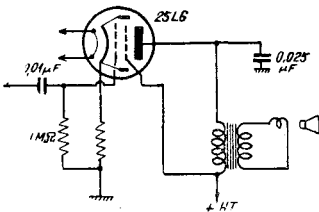

Fig. 1. — Montage d'une lampe 25L6 sans condensateur de découplage.
a) *Un montage avec une 25L6 sans découplage* (figure 1).